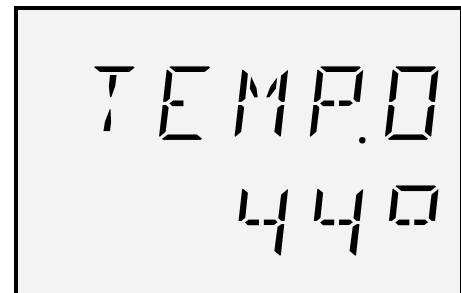

Abb. 6: Ansicht "Infrarot" (Beispiel)
1. Die Ansicht "Sauna" (Abb. 4), "Sauna mit Feuchte" (Abb. 5) oder "Infrarot" (Abb. 6) wird angezeigt.